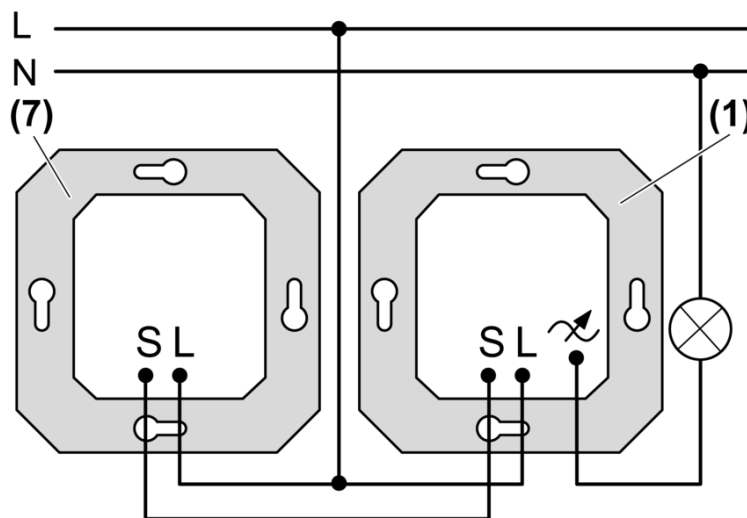

Figure 4: Schéma de raccordement du variateur avec poste auxiliaire
- Raccorder le variateur (1) et en option le poste auxiliaire (7) conformément au schéma de raccordement (figure 4).